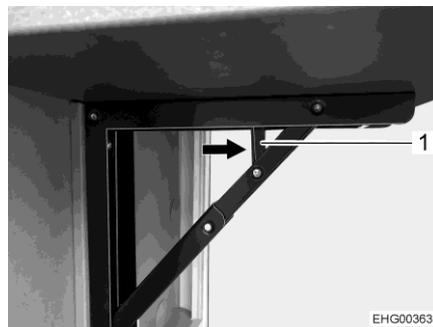

Fig. 42 Déverrouillage
- Pousser le déverrouillage (Fig. 42,1) dans le sens de la flèche.